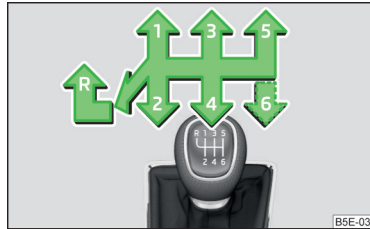

Abb. 101
Auf dem Schalthebel sind die einzelnen Gangstellungen dargestellt » **Abb. 101**.
- Den Schalthebel völlig nach links und dann nach vorn in **R**-Stellung stellen » **Abb. 101**.